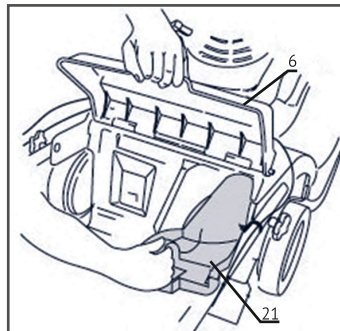

рис. 4
Мульчирующая заглушка повышает эффективность работы при мульчировании. Перед установкой мульчирующей заглушки поднимите заднюю крышку (6) и снимите травосборник. Поднимите заднюю крышку и установите заглушку (21) как показано на рис.4. Заднюю крышку можно зафиксировать в приподнятом положении при помощи заглушек, как показано на рис.4.